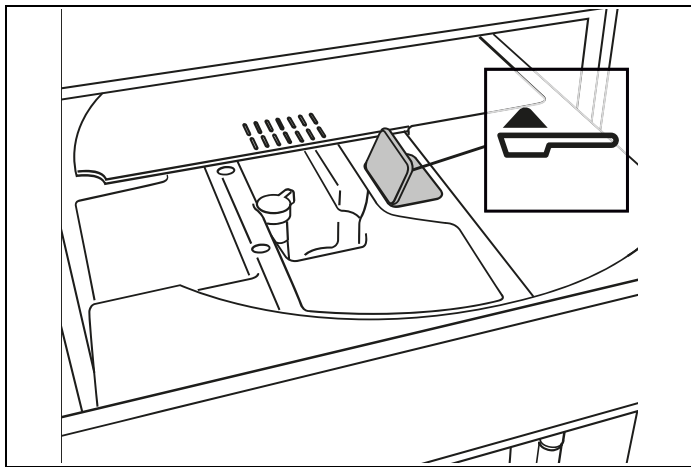

Fig. 26
- 1) Tryck upprepade gånger på  **Arom (B6)** tills displayen (B) visar  (förmalet).
- 3) Se till att tratten (A21) inte är blockerad, och tillsätt sedan ett struket mått förmalet kaffe (Fig. 26).